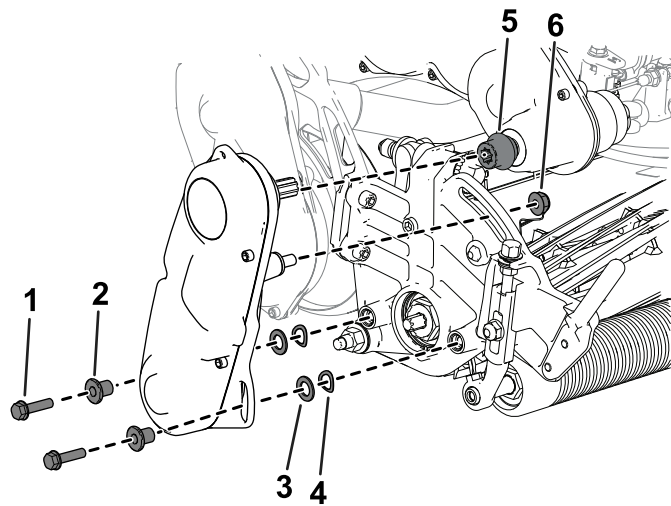

Figura 48
3. Demontați ansamblul de acționare a cilindrului de la unitatea de tăiere (Figura 48) și păstrați elementele de fixare.